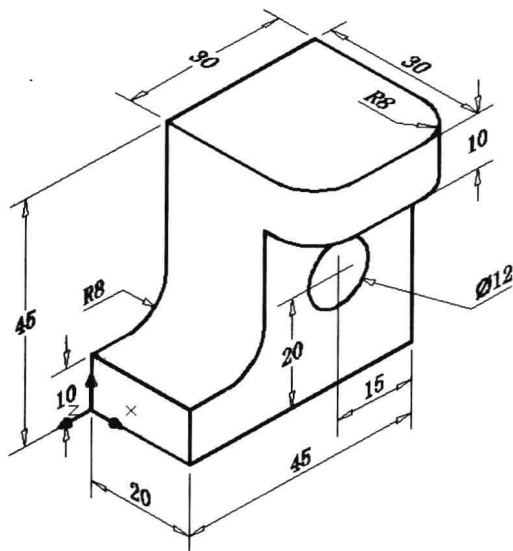

图 9-8-2
(2) 创建如图 9-8-2 所示的三维组合实体，并标注出三维尺寸。